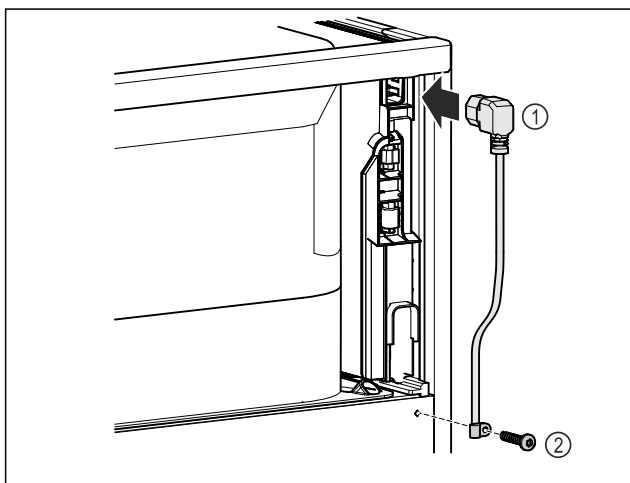

Fig. 40
- ▶ Dugja be a hálózati csatlakozóvezeték csatlakozóaljzatát Fig. 40 (1) a készülék hátoldalába.
- ▶ Szerelje fel a tehermentesítőt. Fig. 40 (2)